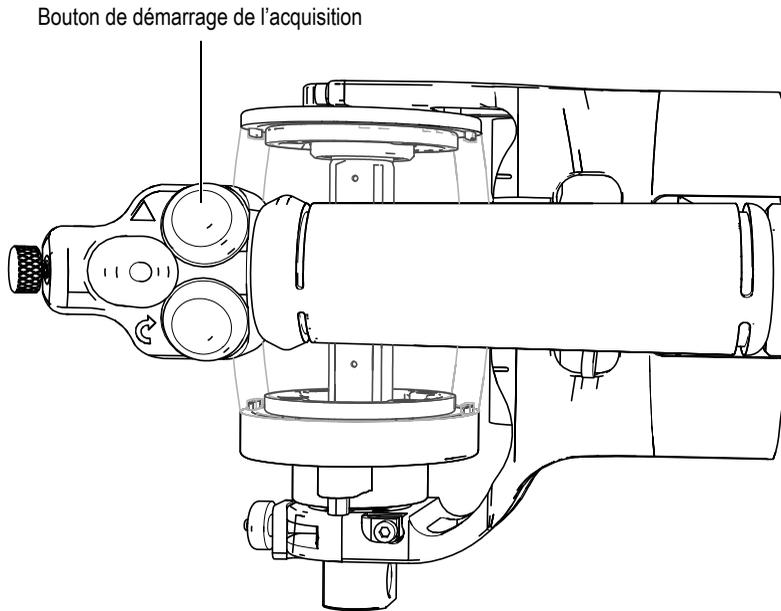

Figure 5-5 Emplacement du bouton de démarrage de l'acquisition
- Appuyez sur le bouton de démarrage de l'acquisition situé sur le dessus de la poignée du scanner (Figure 5-5 à la page 76).